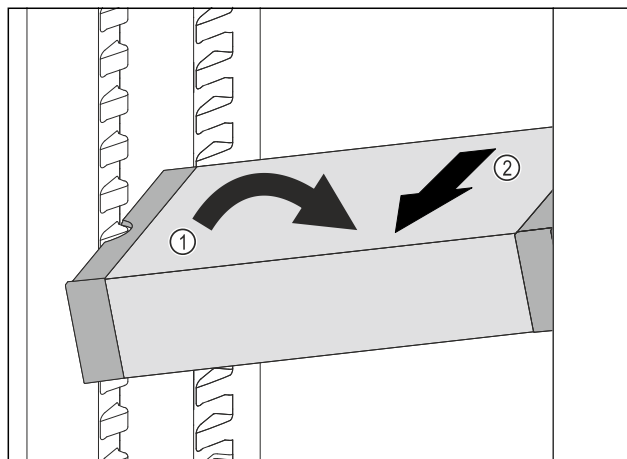

Fig. 135
- VarioSafe in het koelgedeelte schuin zetten. Fig. 135 (1)
- VarioSafe naar voren toe verwijderen. Fig. 135 (2)